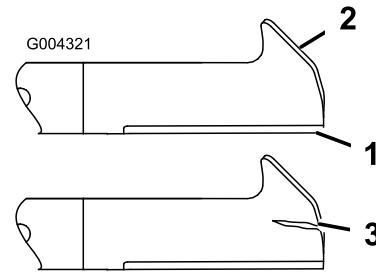

Figura 47
1. Inspeccione as extremidades de corte (Figura 47). Se as extremidades não estiverem afiadas ou estiverem amolgadas retire e afie as lâminas; consultar Afiar as lâminas
2. Inspeccione as lâminas, especialmente a área em curva (Figura 47). Se verificar quaisquer danos, desgaste, ou a formação de ranhuras nesta área (item 3 em Figura 47), instale imediatamente uma lâmina nova.